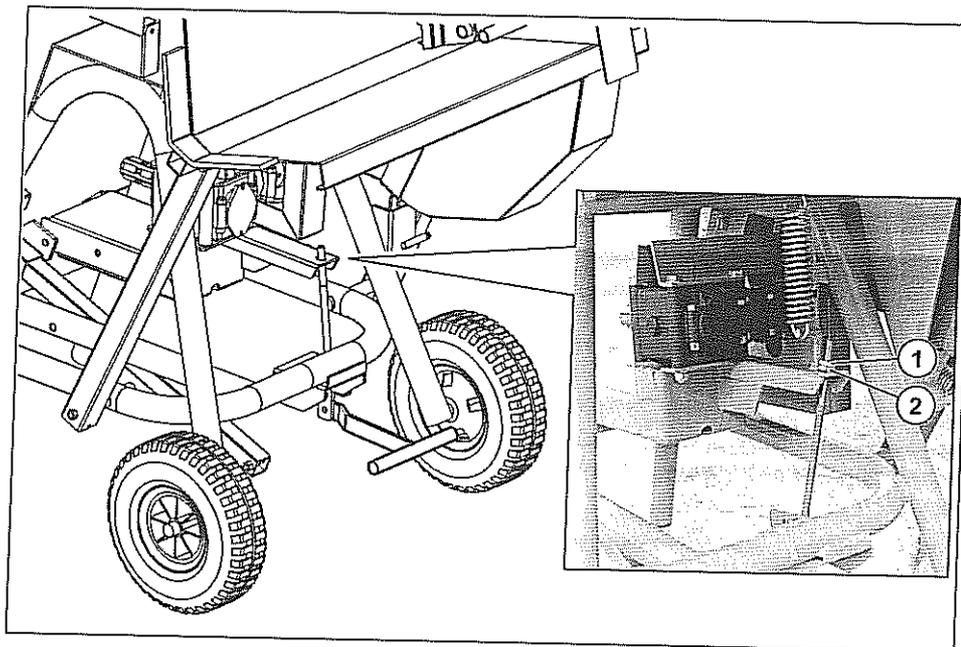

Fig. 10
- ◆ Desserrer le contre-écrou (1 Fig. 10).
- ◆ Agir sur l'écrou de tension (2 Fig. 10).
Une fois atteinte la tension correcte des courroies, bloquer l'écrou (2 Fig. 10) à l'aide du contre-écrou (1 Fig. 10).